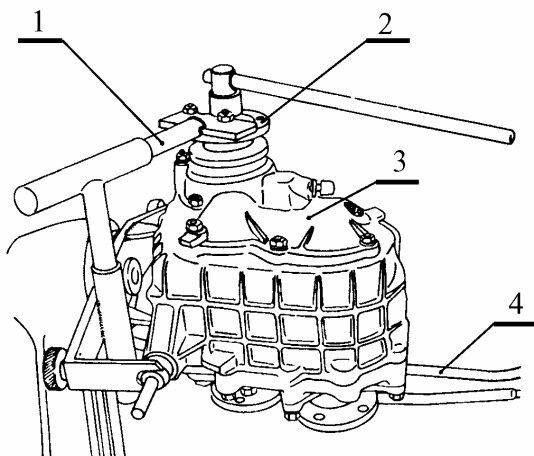

Рис.3. Установка раздаточной коробки на стенде Ач.22204:
3.2 Установить приспособление 1, рис.3, для стопорения и ослабить гайки крепления фланцев на ведущем валу и на валах привода переднего и заднего мостов. Отвернуть гайку крепления фланца 2 вала привода заднего моста, снять фланец с шайбой (головка сменная 24, вороток, приспособление 67.7823-9528).